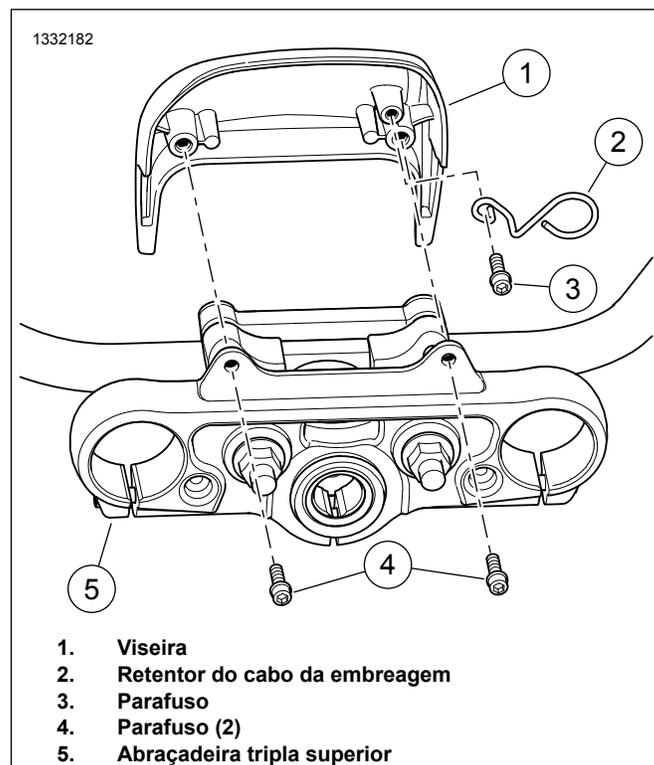

Figura 3. Viseira da FXLR
1. Figura 3 Remova os parafusos (4) da abraçadeira tripla superior (5).
2. Remova a viseira (1).
3. Remova o parafuso (3) e o retentor do cabo da embreagem OEM.
4. Instale o retentor do cabo da embreagem (2) do kit.
5. Instale o parafuso (3). Aperte.